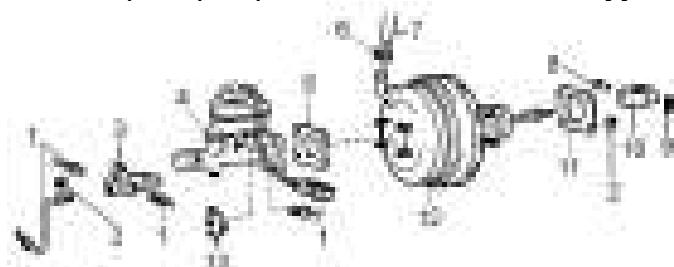

Рис. 4-1.
Измерьте полный ход педали тормоза «3» см. рис. 4-2. Он должен составлять 145...155 мм. Полный ход педали тормоза измеряется при отсоединенном от вакуумного усилителя главном тормозном цилиндре или отсоединенных от главного тормозного цилиндра тормозных трубках. В противном случае полный ход педали замерить невозможно. Регулировка полного хода педали тормоза осуществляется изменением длины толкателя 2 вакуумного усилителя. Перед началом регулировки обязательно снимите выключатель сигнала торможения 1 (порядок работы с ним см. ниже), иначе, поднимая педаль его можно поломать. Ослабьте контргайку 2 (рис. 4-1.), отсоедините палец 8. Приподнимите педаль и, вращая вилку 10 толкателя, установите нужное положение педали. Вставьте на место палец 8 и затяните контргайку 2. Установите на место и отрегулируйте выключатель сигнала торможения.
- снимите палец 8 (рис. 4-1.), а затем отсоедините от педали вилку 10;
Сборку проводите в обратном порядке. При сборке смажьте консистентной смазкой Литол-24 ось педали тормоза 6, втулки 7, концы пружины 2, палец 8 (рис. 4-1.), места соединения вилки 10 с педалью.